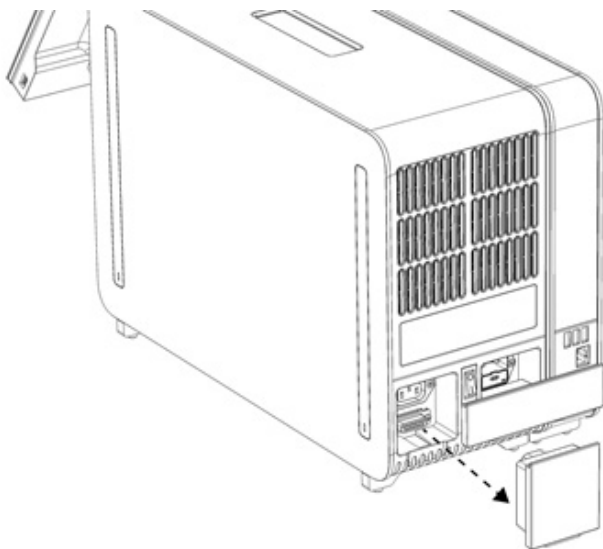

図 12.ターミネーションブリッジを取り外す。
- 1d. 解析モジュールの背面からターミネーションブリッジを取り外します（図 12）。